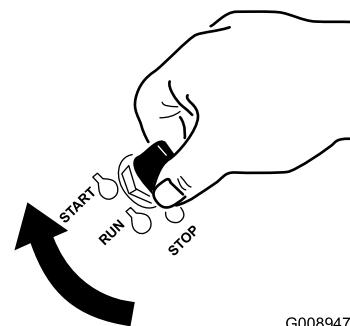

Figura 18
7. Girate la chiave di accensione in posizione di avvio (Figura 18). Rilasciatela quando il motore si accende.